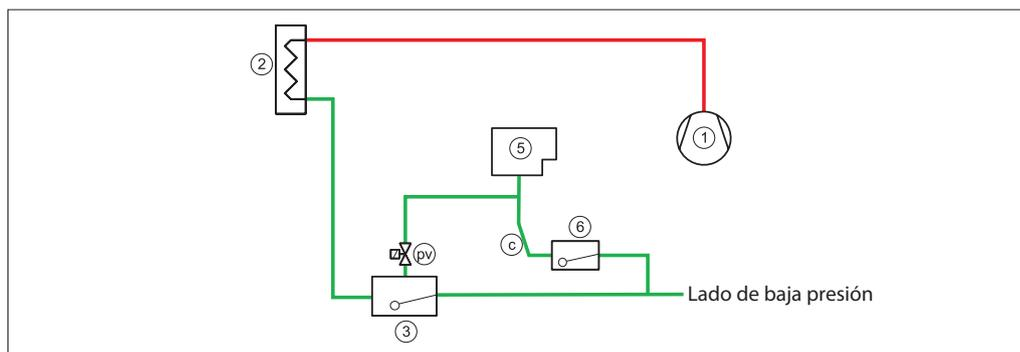

Fig. 8 Conexiones del purgador (pv). El tubo de drenaje (c) debe estar colocado en vertical o con una pendiente descendente
En los sistemas con un control de nivel de líquido a alta presión, el aire se concentrará en la válvula de flotador (3) (consulte la Fig. 8).